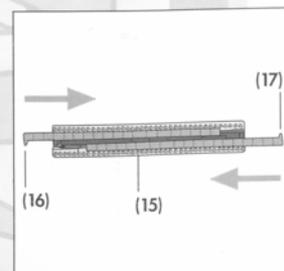
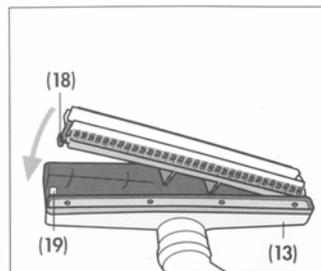

Fig. 14
Fig. 15
Per il montaggio del telaio setolato (15) per moquettes e tappeti, inserire nelle apposite guide le spazzole rigide con le linguette (16 17) rivolte all'interno (Fig. 14). Per applicare alla parte universale (13) la spazzola desiderata è sufficiente appoggiare la prima alla seconda e premere sino all'aggancio della levetta (18) posta sulla spazzola nell'apposita fessura (19) sulla parte universale. (Fig. 15). Per smontare la spazzola inserita sganciare la levetta (18) dalla parte universale (13).